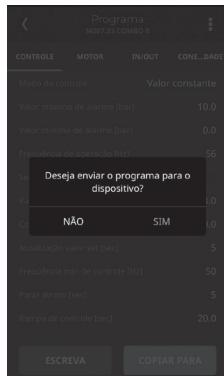

Figura 20 - Tela de Confirmação
11. Ao pressionar a tecla ESCREVA, aparecerá uma mensagem para confirmação. Clique em SIM para prosseguir, conforme Figura 20.